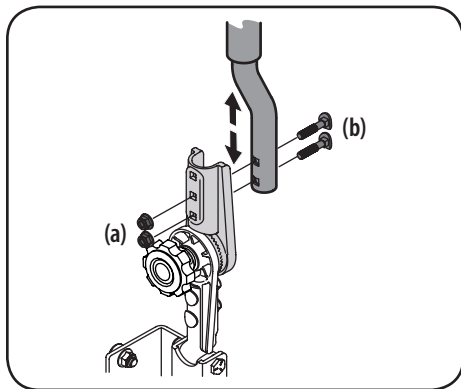

Figure 2-4
1. Retirez les écrous autobloquants à bride (a) des boulons de carrosserie (b) qui fixent les barres de conduite. Voir Figure 2-4.